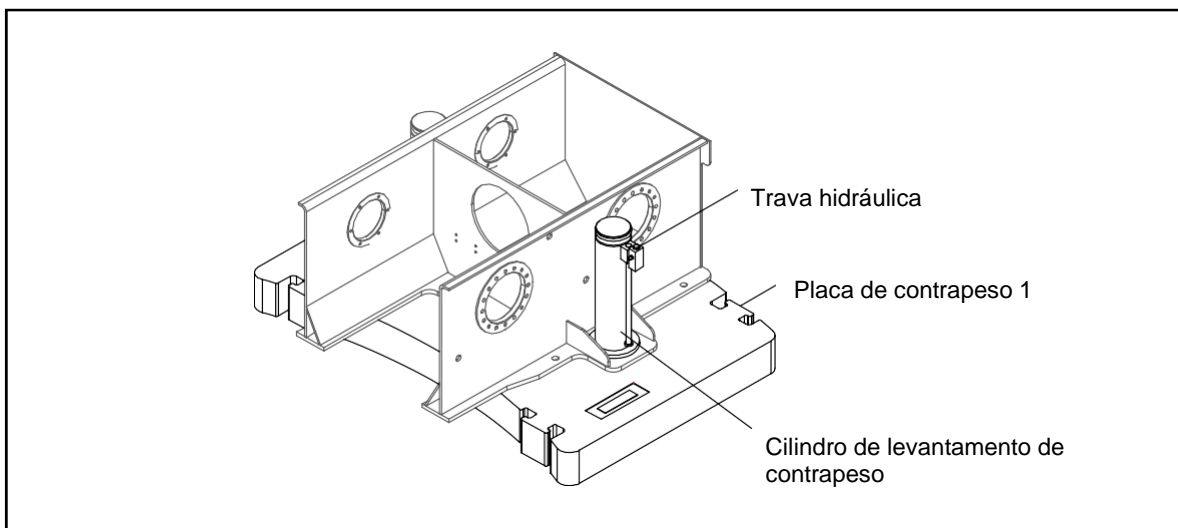

Figura 5-34 Manipulador de contrapeso
- Duas travas hidráulicas e outros elementos auxiliares. Consulte a figura 5-34.